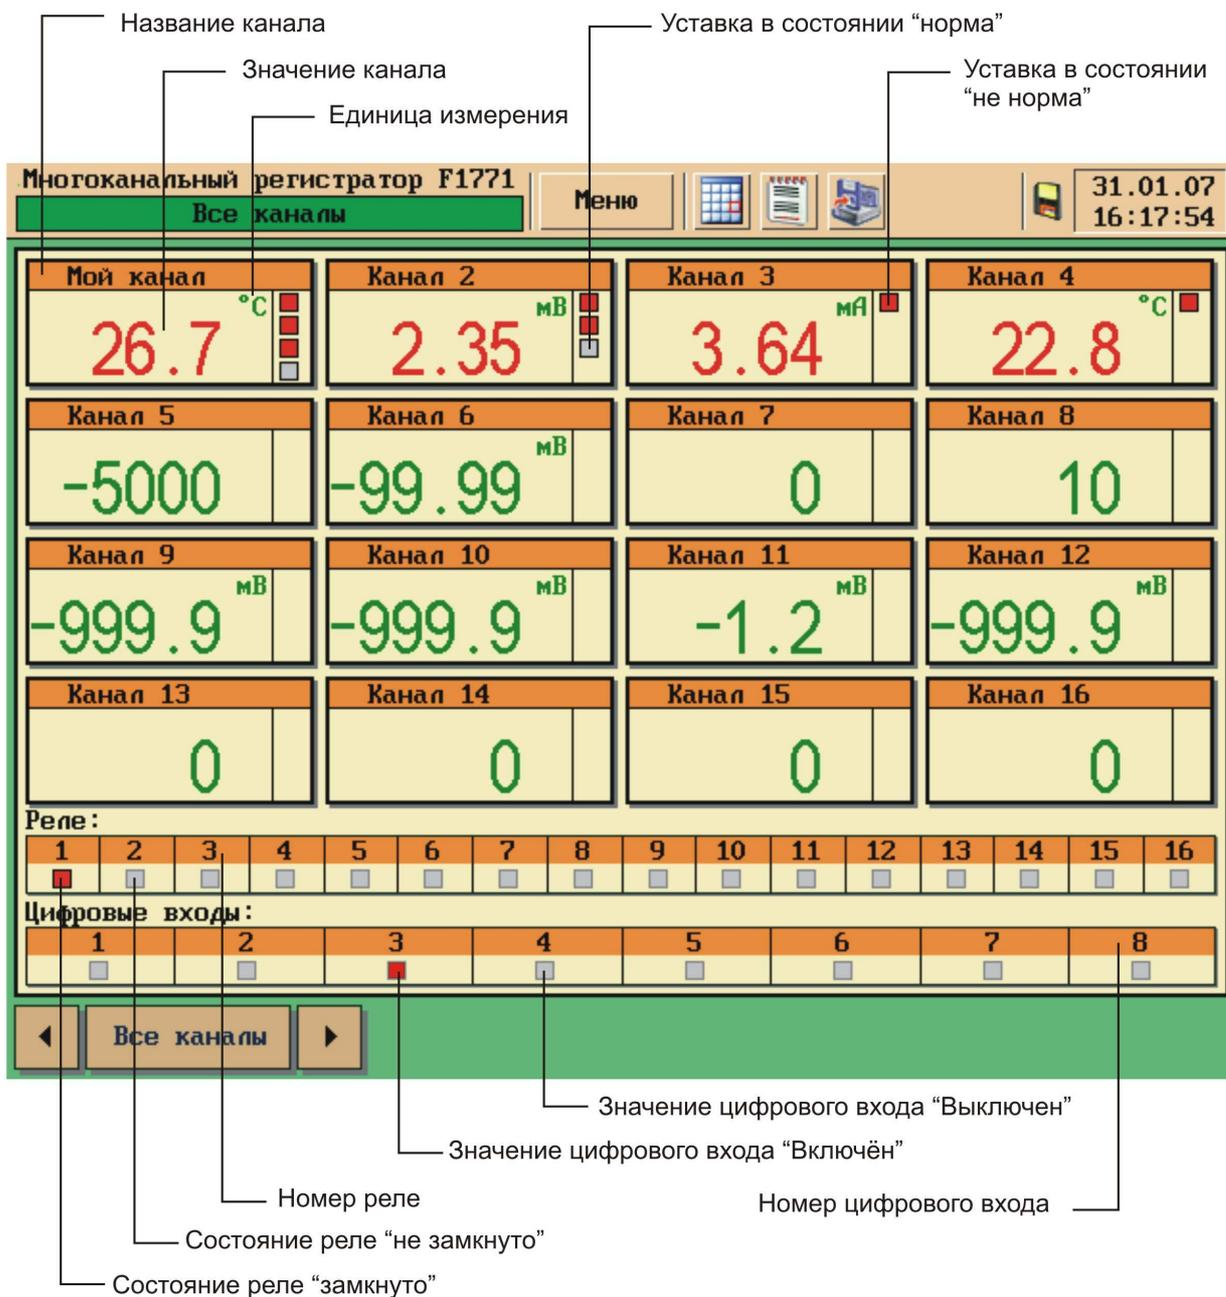

Рисунок 8
- Цифровые показания для всех каналов (см. рисунок 8).
Режим «Все каналы» отображает в цифровом виде значения всех каналов (см. рисунок 8).